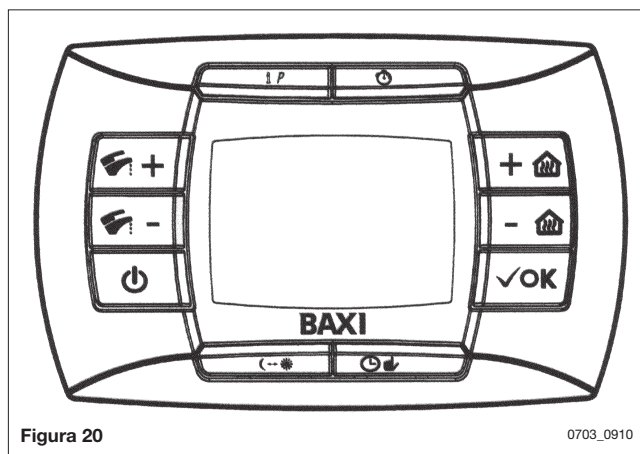

Figura 20
- premere e mantenere premuto il tasto  e successivamente premere il tasto  (vedere figura 20).